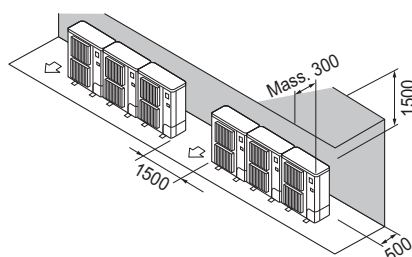

Fig. 3-12
- ② Solo ostacoli posteriori e superiori (Fig. 3-12)